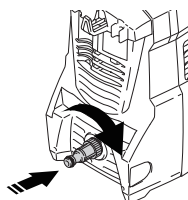

Fig. 3
2. Rosque el racor de entrada para manguera de agua (7) a la toma de agua (5) de la máquina (Fig. 3).